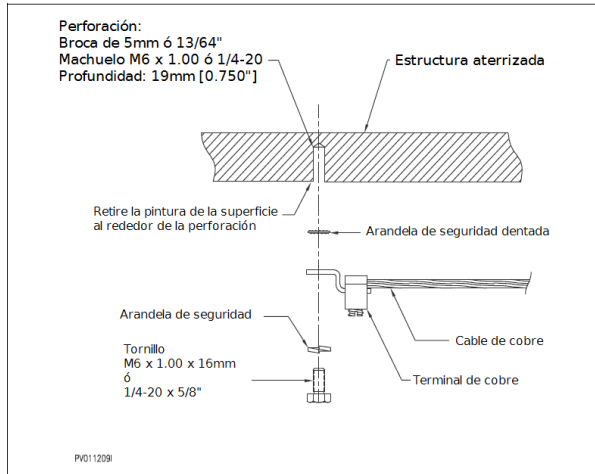

Figura 39: Fijación del cable de aterrizamiento a la estructura aterrizada
2. Fije el cable de cobre a la estructura de acuerdo a la Figura 39: "Fijación del cable de aterrizamiento a la estructura aterrizada".